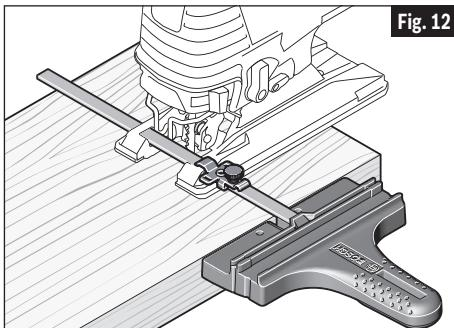

Fig. 12
1. La superficie del tope-guía de la guía se debe posicionar A LO LARGO de la pieza de trabajo (Fig. 12)